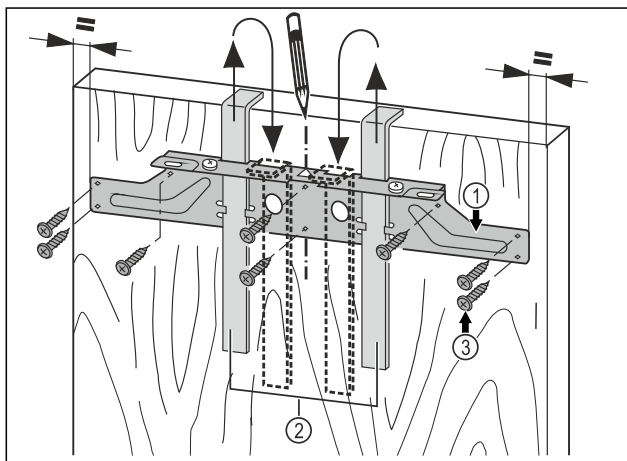

Fig. 44
- ▶ Upevňovací příčník Fig. 44 (1) zavěste pomocí montážních pomůcek Fig. 44 (2) na vnitřní stranu nábytkových dvířek.
- ▶ Upevňovací příčník Fig. 44 (1) vyrovnejte středově vůči dvířkům.
- ▶ Upevňovací příčník Fig. 44 (1) přišroubujte minimálně 6 šrouby Fig. 44 (3).
- ▶ Upevňovací příčník Fig. 44 (1) přišroubujte 4 šrouby Fig. 44 (3) na okraji.
- ▶ Montážní pomůcky Fig. 44 (2) vytáhněte směrem nahoru a zasuňte je obráceně do sousedních upínacích otvorů.